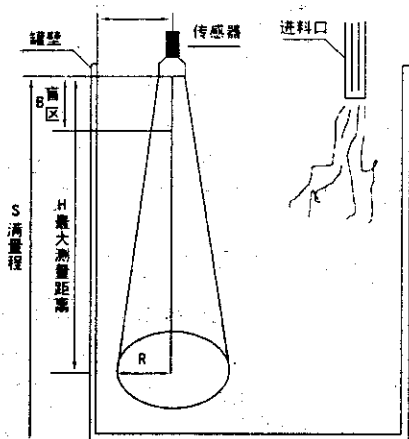

图3
- 传感器安装时应与罐壁保持一定距离, 以保持一定距离, 保证波束不和罐壁相接触, 特别是不光滑的罐壁。(见图3) H: 最大测量距离 S: 满量程 R: 波束半径 B: 传感器盲区